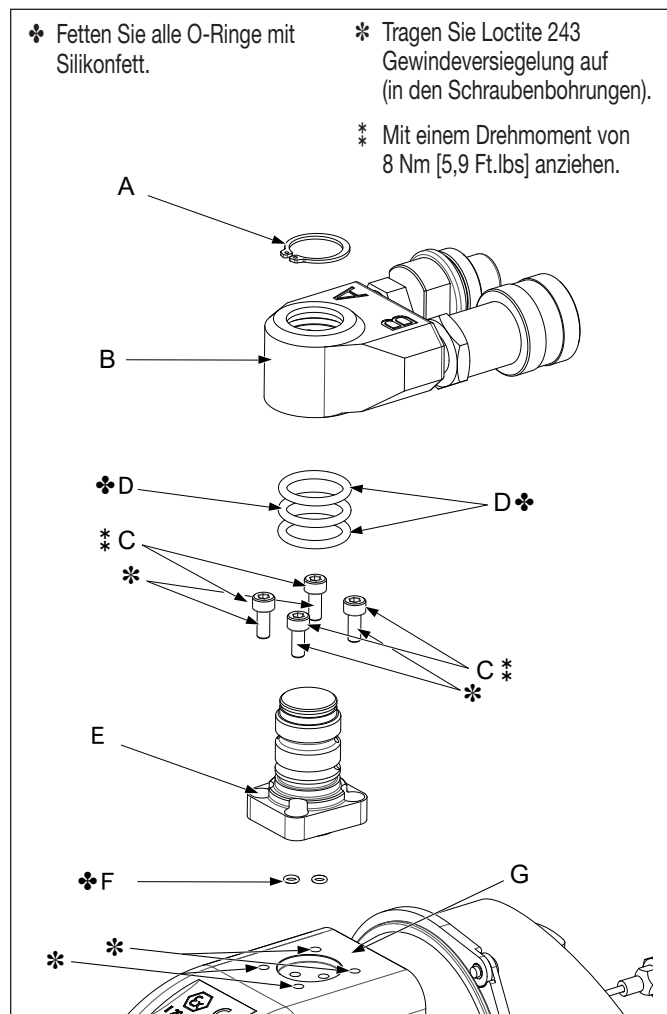
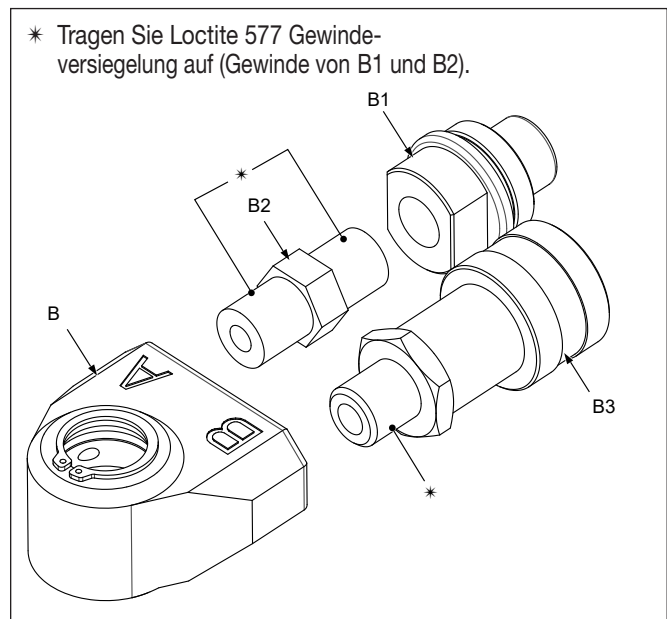

Abbildung 11: Schwenkkupplungsstange und Schwenkkupplung
Abbildung 12: Explosionsansicht der Schwenkkupplung
### 7.2.1 Schwenkkupplung (Abb. 11 + Abb. 12)
**HINWEIS** Bringen Sie die Kupplungen (B1 und B3) und den Adapter (B2) an, bevor Sie die Schwenkkupplung (B) an der Schwenkkupplungsstange (F) anbringen. Verwenden Sie einen Schraubstock mit weichen Backen, um die Schwenkkupplung, die Kupplungen und den Adapter in Position zu halten.
1. Tragen Sie auf die Gewinde der Kupplungsmuffe (B3) und des Adapters (B2) die Gewindeversiegelung Loctite 577 auf. Für die Positionen siehe Abbildung 12.
1. Geben Sie etwas von der Gewindeversiegelung Loctite 243 in die Gewindebohrungen des Gehäuses des Drehmomentschlüssels. Für die Positionen siehe Abbildung 11.
2. Bringen Sie zwei neue O-Ringe (F) an den Anschlüssen der Basis der neuen Schwenkkupplungsstange (E) an.
3. Positionieren Sie die Schwenkkupplungsstange (E) auf dem Drehmomentschlüssel (G) und stellen Sie sicher, dass die Hydraulikanschlüsse ausgerichtet sind. Achten Sie darauf, dass die O-Ringe (F) nicht herausfallen und nicht eingeklemmt oder eingequetscht werden.
4. Bringen Sie die entfetteten Inbusschrauben (D) an und ziehen Sie diese auf 5,1 Nm [3,7 Ft.lbs] an: